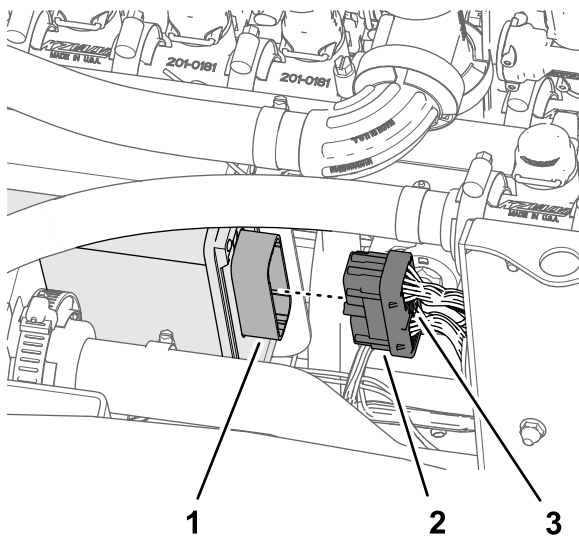

Bild 132
2. Stecken Sie den 40-Buchsen-Stecker des 102-cm-Kitkabelbaumzweigs in den 40-Stift-Stecker des ASC 10 Sprühsteuergeräts (Bild 132).
3. Schrauben Sie die Daumenschraube des 40-Buchsen-Steckers mit der Hand in den ASC 10-Stecker ein (Bild 132).